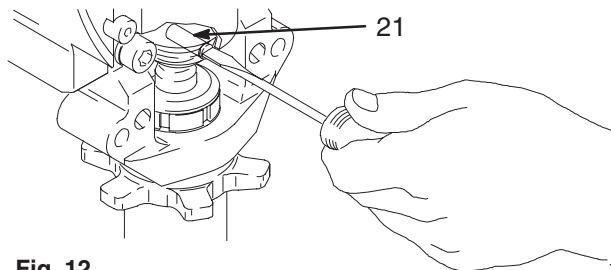

Fig. 12
3. Fig. 12. Brug en skruetrækker til at skubbe holde fjederen op og derefter stiften ud.
2. Fig. 12. Skub stiften (21) ind i hullet. Skub holde fjederen ind i rillen hele vejen rundt om stempelstangen.